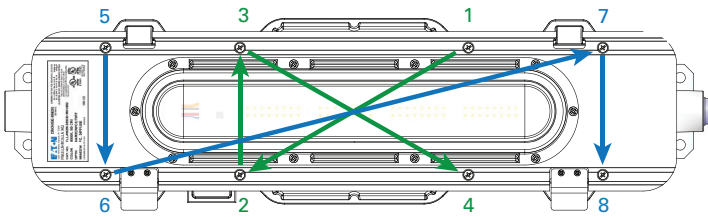

Figura 1. Ubicaciones de los tornillos de la carcasa del controlador PLLA2
2. Asegúrese de que todos los tornillos de la cubierta del controlador estén sin la carcasa del controlador (consulte la Figura 1). Los tornillos son de tipo cautivo y no deben quitarse completamente del conjunto de motor de luz.
14. Vuelva a colocar el conector del motor de luz LED con sujetadores de enganche. Verifique que no haya cables de la luminaria atrapados entre el motor de luz y la carcasa del controlador. Coloque todos los tornillos antes de apretarlos, asegurándose de que ninguno esté con el enrosque en falso. Termine de apretar los ocho (8) tornillos de montaje de la cubierta con un torque de 23 in-lb (2,6 N-m) con la secuencia de atornillado indicada en la Figura 1.